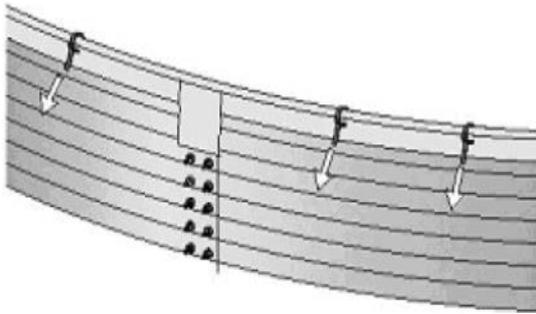

Figura 8
3. Prenda o geotêxtil com a ajuda das tiras de PVC fornecidas; Em cada tira de PVC, prenda esta nos buracos da chapa, furando e colocando as braçadeiras de serrilha também fornecidas (Figura 8).